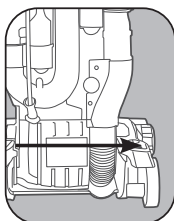

Fig. 3
1. Pour activer l'aspirateur, appuyez sur la pédale de mise en marche située sur le côté droit (du point de vue de l'utilisateur) du suceur de l'aspirateur (Fig. 3).